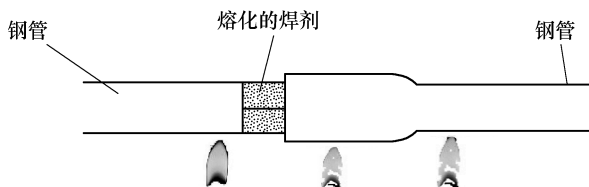

图 2-44 火焰移动部位示意图
4) 加热插入管和套管，将火焰嘴连续来回移动（不可将火焰直接碰到焊剂），如图 2-44 所示。加热钢管时，温度要比加热铜管时略高一些。